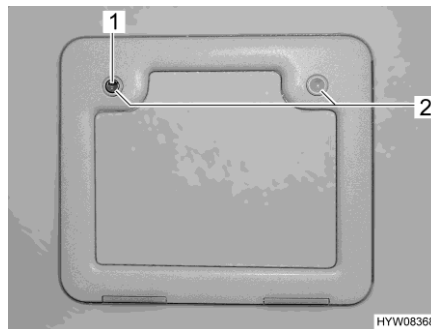

Bild 17 Utvändig lucka Thetford-kassett
- Stick in nyckeln i låscylindern i trycklåsets (Bild 17,1) och vrid ett kvarts varv.
- Tryck samtidigt in de två trycklåsen (Bild 17,2) med tummarna och öppna den utvändiga luckan.
- Stick in nyckeln i låscylindern (Bild 17,1) och vrid ett kvarts varv.